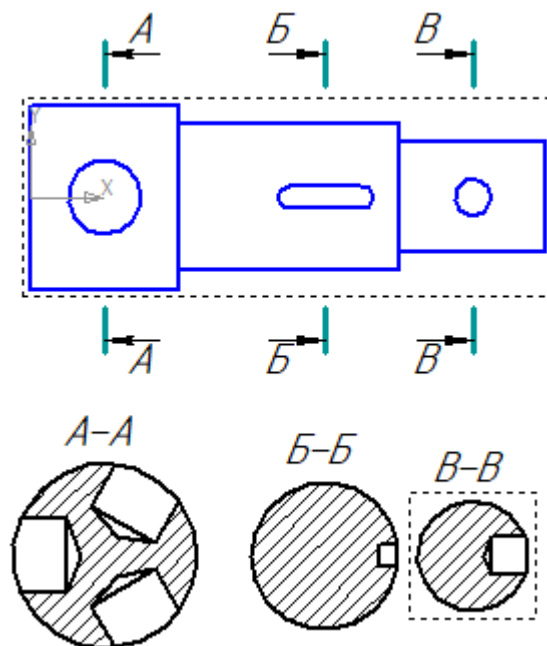

Рис. 4.19. Створення асоціативного креслення
9. Створюємо нове креслення. З використанням команди *Головного меню Вставка - Вид з моделі -*  *Довільний* створюємо вид *Спереду*. Призначаємо положення січних площин, використовуючи команду  *Лінія розрізу*, розташовану на панелі інструментів  *Позначення* компактної панелі інструментів (рис. 4.19).
11. Для побудови перетинів використовуємо команду  *Лінія розрізу*. На рис. 4.19 показано креслення моделі з перетинами, виконаними системою КОМПАС-ГРАФИК.